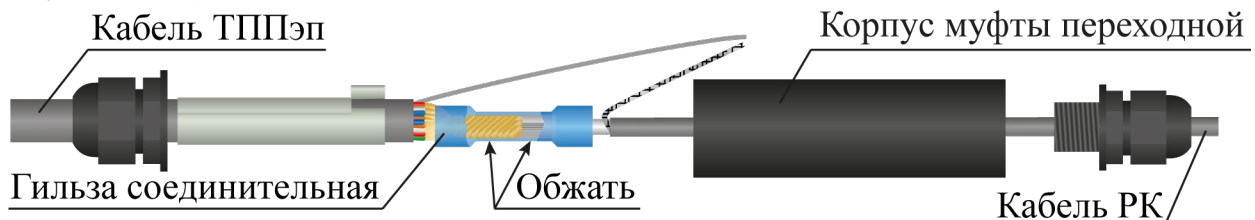

Рисунок 4.25
– в ответное отверстие гильзы вставить зачищенные концы кабеля ТППЭп. Гильзу обжать с помощью специального инструмента со стороны кабеля ТППЭп (рисунок 4.25);